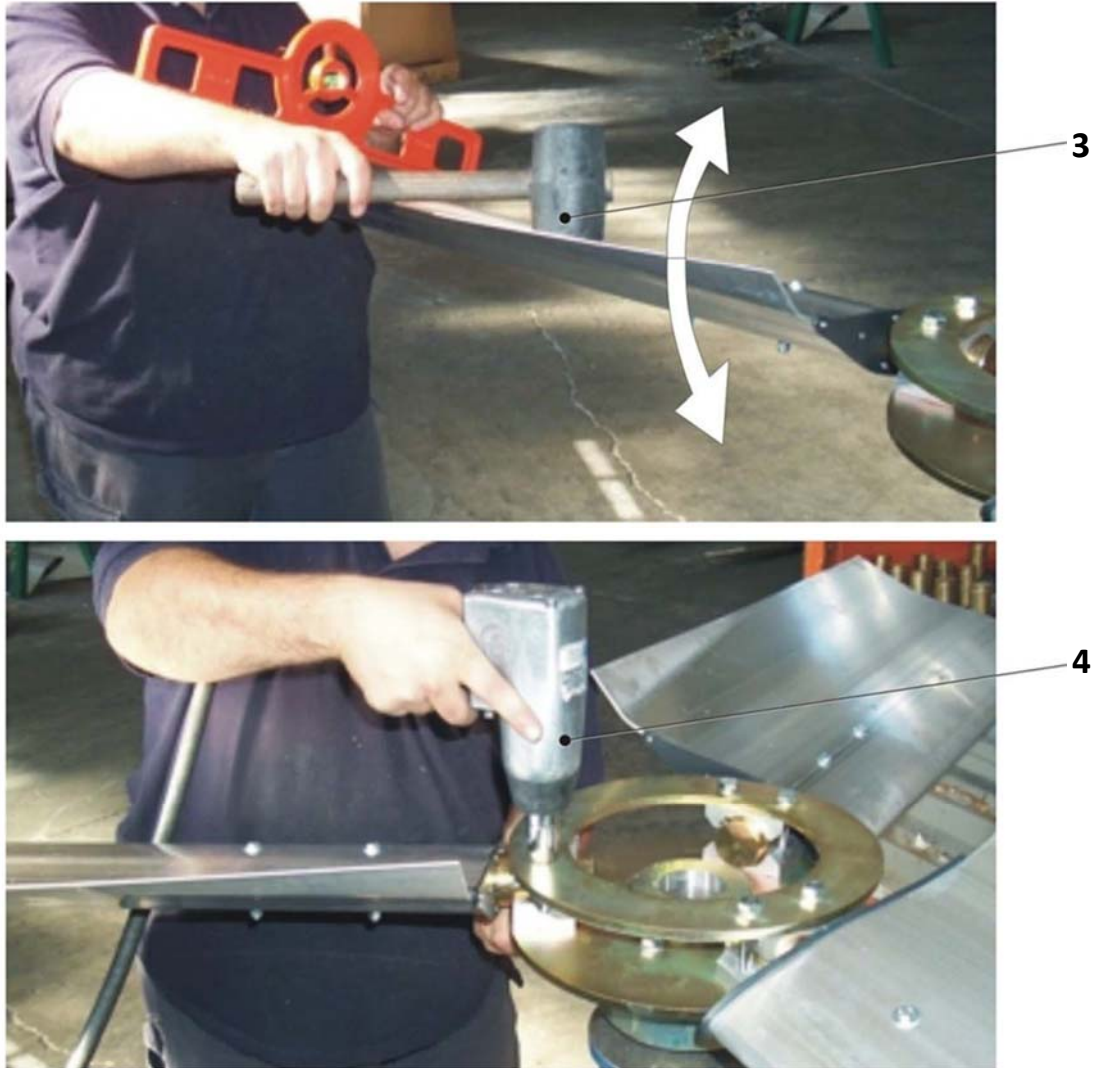

Рисунок 2-5: Изменение угла кривизны лопасти
1. Для изменения угла кривизны лопасти действуйте, как указано ниже (см. Рисунок 2-5).
2. Установите пузырьковый транспортир (2) на внешний конец лопасти (1) и разверните ее в положение, соответствующее необходимым условиям эксплуатации.
3. Поворачивая лопасть рукой или, используя резиновый молоток (3), установите нужный угол кривизны лопасти (допуск $\pm 0,5^\circ$).
4. Затяните болты (4) попеременно, действуя в соответствии с последовательностью, изображенной на Рисунке 2-6 и используя такое же, как в этой последовательности, приращение момента затяжки. Момент затяжки должен соответствовать значениям, указанным в Таблице 2-1, Таблице 2-2 или Таблице 2-3 в зависимости от типа болтов.